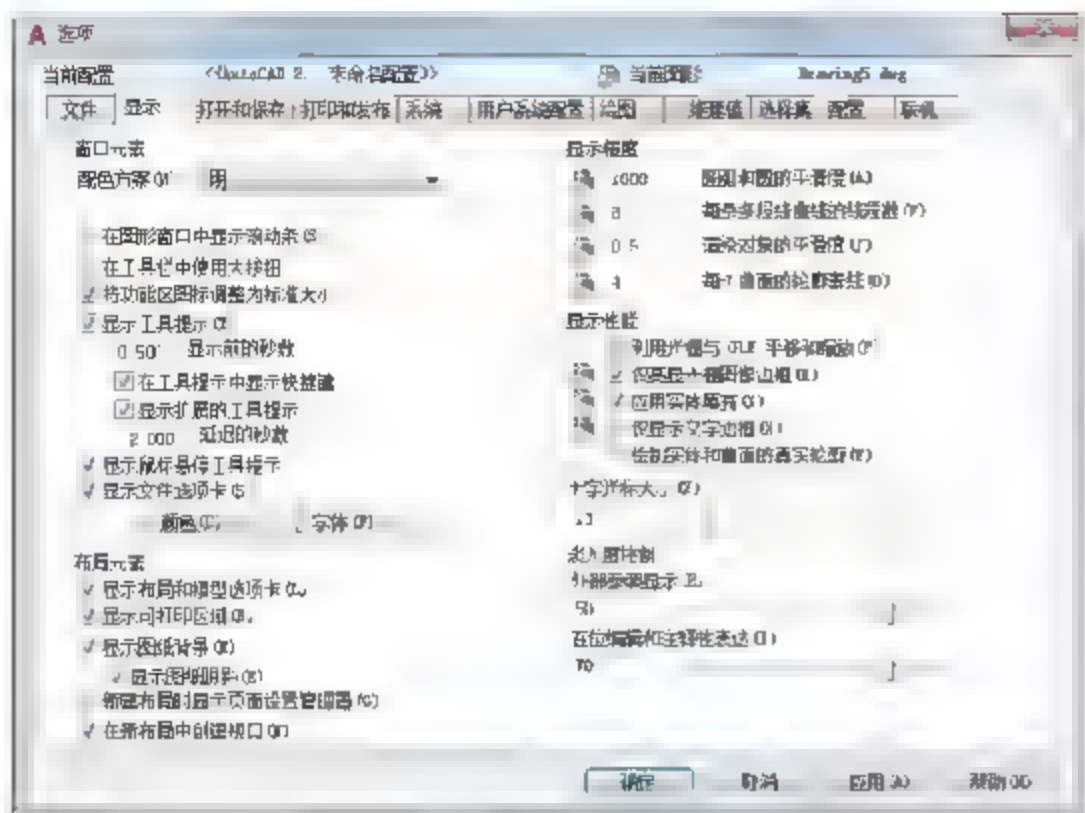

图2-144 【选项】对话框
- 01 在命令行中输入OP【选项】命令并按Enter键，系统弹出【选项】对话框，如图2-144所示。